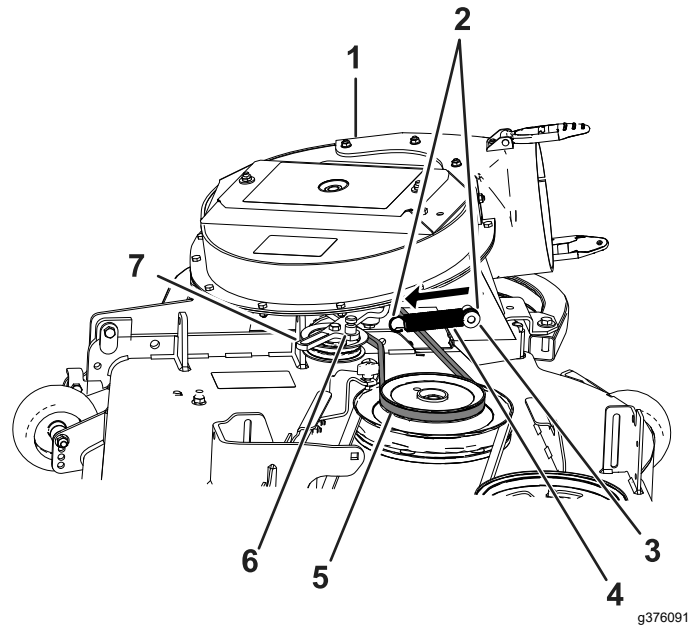

Figure 38
2. Faites passer la courroie momentanément sous la poulie d'entraînement (Figure 38).
3. Déplacez le support de pivot de la poulie de tension vers le tenon fixe du ressort et accrochez le ressort en alignant le crochet sur le tenon mobile du ressort (Figure 38).
4. Tirez sur la poulie de tension rappelée par ressort pour l'éloigner du tenon fixe et chaussez la courroie sur la poulie d'entraînement (Figure 38).